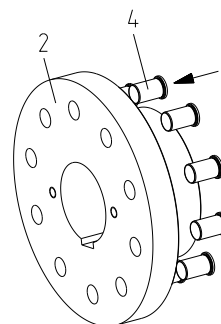

図 9
- スリーブ(部番 4)はプラスチックハンマーで軽く叩くか、もしくは冷蔵庫や液体窒素で冷やしてハブ(部番 2)の穴に挿入して下さい(図 9 をご参照)。